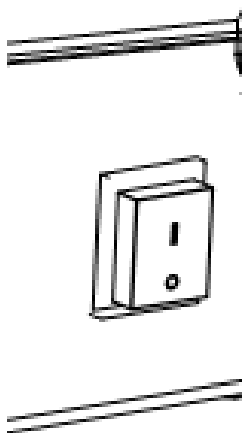

Figure 2
a. Rotiți comutatorul de alimentare în poziția I și verificați dacă ventilatorul pornește corect. (Fig. 2.)